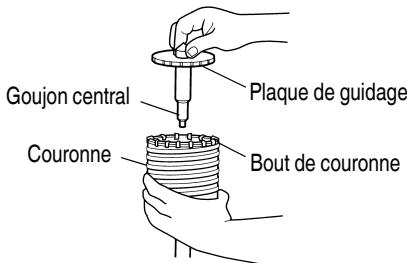

Fig. 26
- (3) Introduire le goujon central dans la plaque de guidage jusqu'à ce qu'il arrête.
(4) Engager la plaque de guidage dans la couronne et tourner la plaque de guidage à gauche ou à droite de manière à ce qu'elle aille à ce qu'elle ne puisse pas tomber, même si elle orientée vers le bas. (Fig. 26)